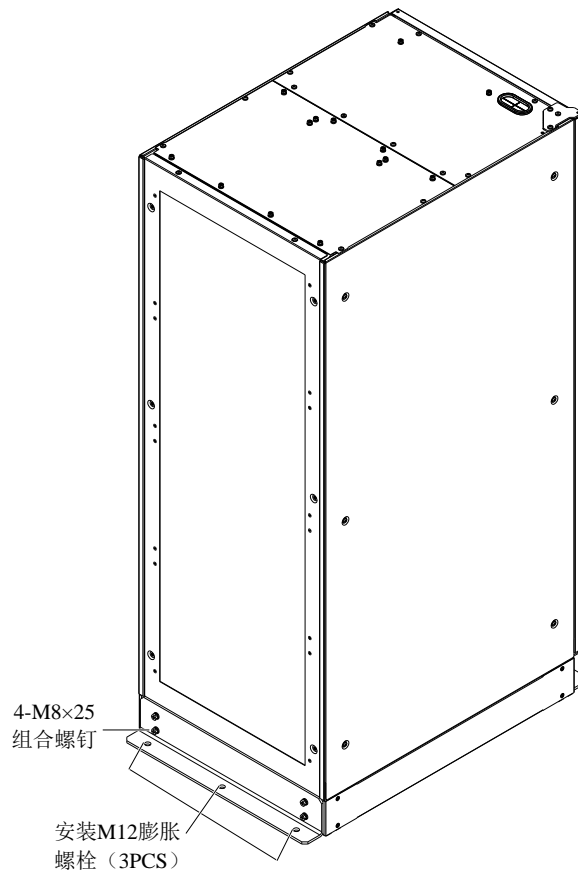

图8-1 地震选件安装示意图 (背面安装)
1. 用 4 个 M8x25 组合螺钉将地震选件安装在机柜背面底部的相应安装孔中，然后用 3 个 M12 膨胀螺栓将地震选件固定在地板上，如图 8-1 所示。